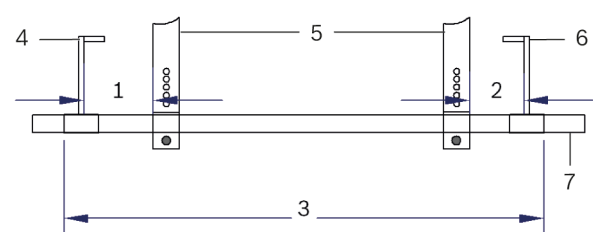

图 2: 间隔圈
- ▶ Використовуйте траверсу T40092/1 тільки в сполученні з двома контрупорами T40092/2 and T40092/3. Опори T40091/2 утримуються на траверсі (рис. 2).
- ▶ 仅使用横臂 T40092/1 连接两个副轴承 T40092/2 和 T40092/3。支架 T40091/2 支撑在横臂上（图 2）。
- ▶ 请勿超过“工具载重能力”表规定的最大负载能力并遵守图 2 的距离测量。